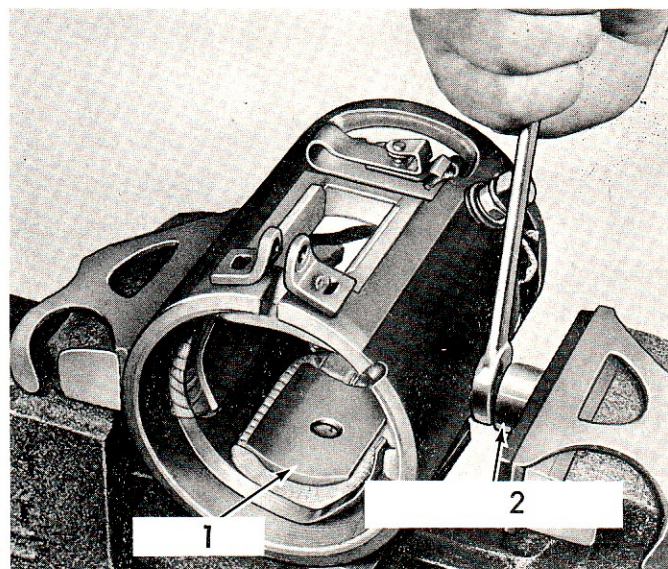

Fig. 47.
5. Dévisser les vis de masse polaire en suivant la méthode illustrée Fig. 47. Le couple de serrage très élevé appliqué sur ces vis, nécessite l'emploi d'une presse pour maintenir le bout du tournevis en prise.
12. Visser les vis des masses polaires (Fig. 47). Tout en serrant les vis, taper sur la carcasse avec un marteau en cuivre pour aligner et positionner les masses polaires. Après serrage, freiner les vis en les matant.